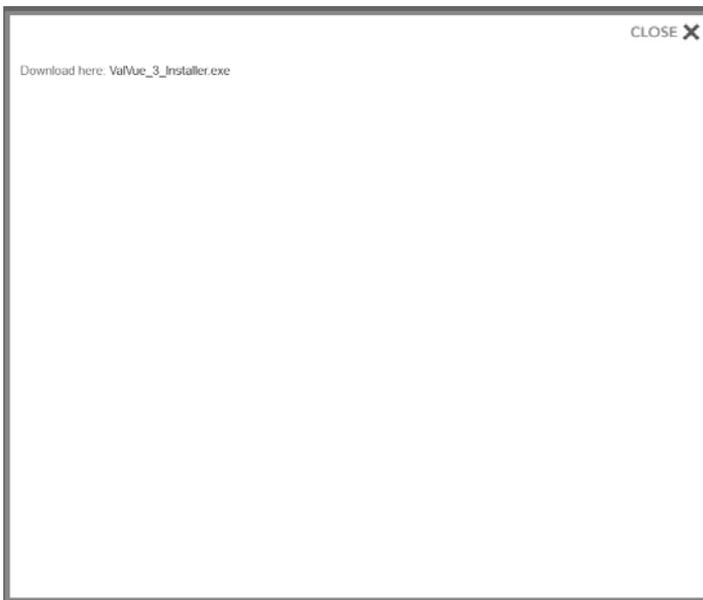

Abbildung 29 Bereit zum Download
6. Geben Sie die erforderlichen Informationen in alle Felder ein, und klicken Sie auf **Submit**. Daraufhin wird Abbildung 29 angezeigt.